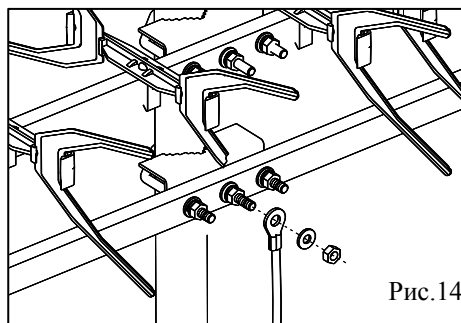

Рис.14
5.16. Установить антенну на мачте и присоединить провод заземления к винту заземления на нижнем узле крепления антенны (рис.14).